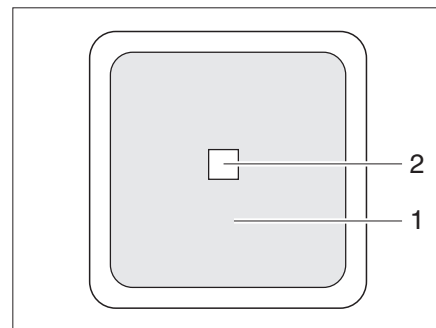

Fig. 241 Conmutador externo
- II "Remo." = El aparato se puede encender y apagar con el conmutador externo (Fig. 241,1).
El conmutador externo del convertidor (Fig. 241) se encuentra en el habitáculo del vehículo o en el garaje. El conmutador está identificado con el rótulo "Convertidor". El LED (Fig. 241,2) indica el estado de funcionamiento del convertidor.